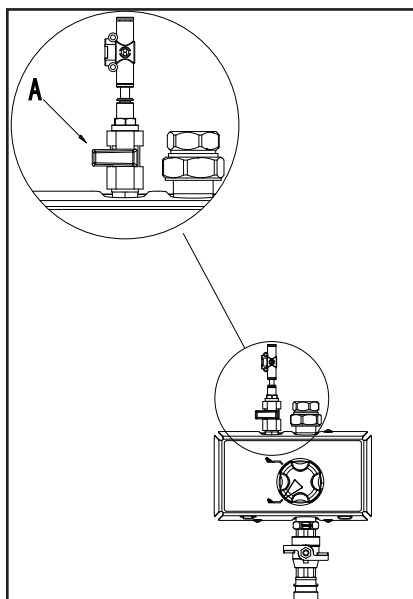

Fig. 7
1. Contrôler que les alimentations en eau et en air du système sont ouvertes. (voir A, Fig.7, air). Activer, le cas échéant, l'alimentation centrale en produits chimiques.
2. Fermer l'alimentation en air (A, Fig. 7).